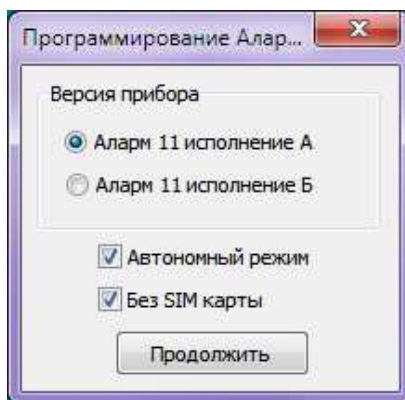

Рисунок 18
5.1 Для работы в автономном режиме «Без SIM карты», при запуске программы Alarm11prog.exe в окне выбора исполнения прибора дополнительно отметить «Автономный режим» «Без SIM карты» и нажмите «Продолжить» (рисунок 18).